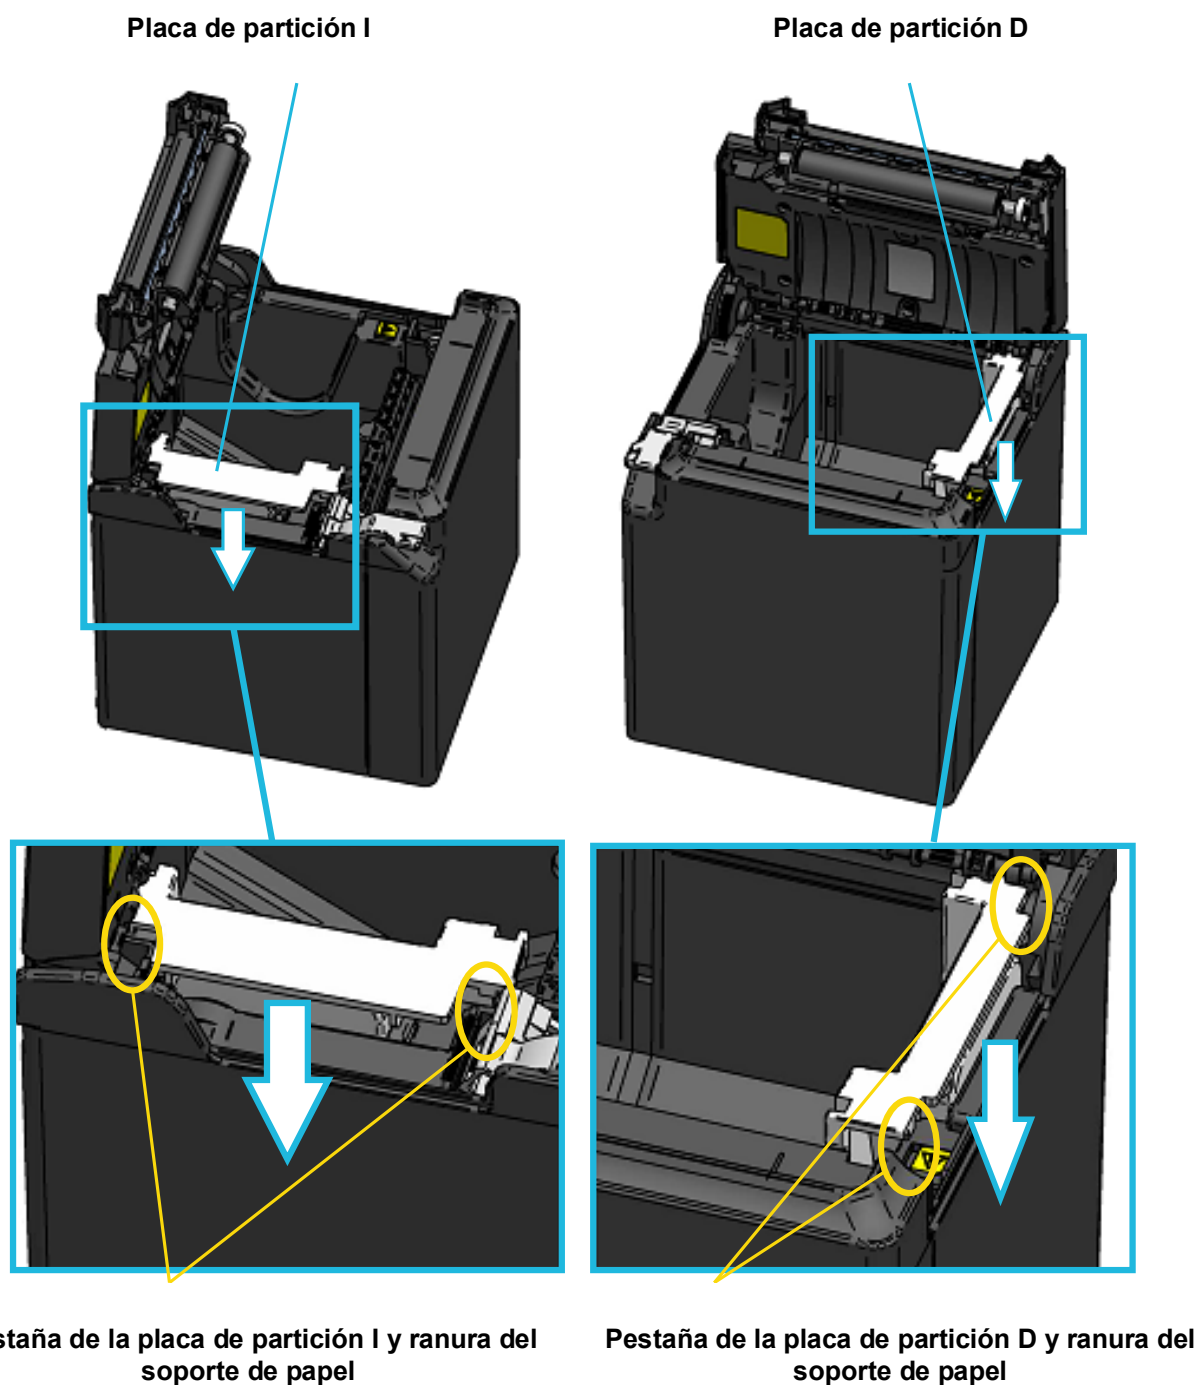

Figura 14-3 Instalación de la placa de partición (3)
- (5) Deslice la placa de partición I y la placa de partición D hacia abajo a lo largo de la pared interior del soporte de papel en la dirección de la flecha de la Figura 14-3. Introduzca la placa de partición I y la placa de partición D hasta que las pestañas (2 en cada placa) de la zona superior se enganchen en la ranura del soporte de papel.